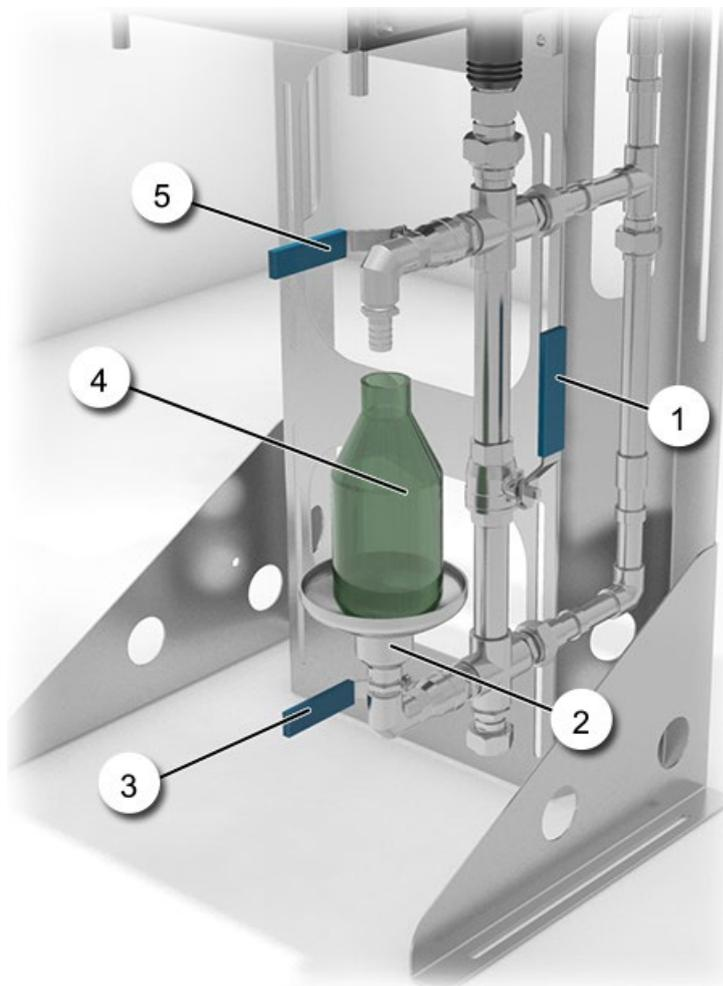

Figure 21: dispositif de prélèvement OilGuard 2 Ex
2.	Ouvrir le robinet d'évacuation (Figure 21, pos.3)
3.	Fermer le robinet de la rétention de l'échantillon (Figure 21, pos. 1).
4.	Ouvrir le robinet de prélèvement d'échantillon (Figure 21, pos. 5).
5.	Remplir le récipient (Figure 21, pos. 4) d'échantillon.
6.	Le prélèvement terminé, refermer le robinet (Figure 21, pos. 5).
7.	Rouvrir lentement le robinet de rétention d'échantillon (Figure 21, pos. 1).
8.	Refermer le robinet d'évacuation (Figure 21, pos. 3).